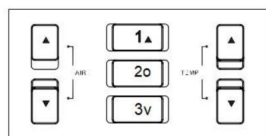

FIG. 1-4
1. Regolare il volume dell'aria: premere " " o " " Tasto " " (vedere FIG 1-4). Premere a lungo per rapidamente il tasto di regolazione dell'aria. Smettere di premere il tasto per 3 secondi, salverà l'impostazione automaticamente.